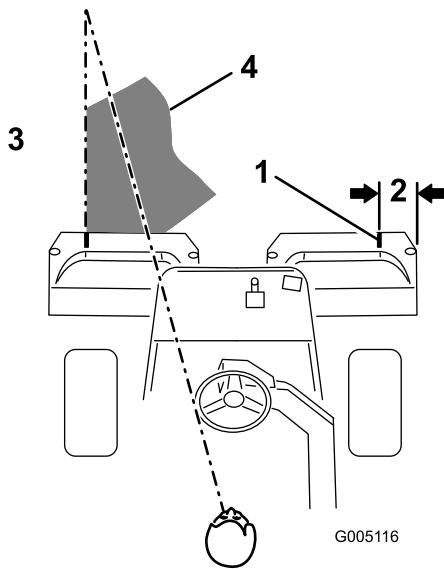

Bild 39
- Wenn Sie zurückfahren, sollte der neue Mähgang den ersten ein klein wenig überlappen. Damit Sie in einer möglichst geraden Linie über die Grünfläche fahren können und einen gleichmäßigen Abstand zum zuvor gemähten Rasenstück einhalten können, sollten Sie sich eine imaginäre Sichtlinie ungefähr 1,8 bis 3 m vor der Maschine bis zum Rand des noch ungemähten Teils der Grünfläche vorstellen (Bild 39). Manche Leute finden es auch hilfreich, die äußere Kante des Lenkrads in die Sichtlinie mit einzubeziehen, d.h. sie halten das Lenkrad in einer Linie mit einem Punkt, der immer im gleichen Abstand von der Vorderseite der Maschine bleibt (Bild 39).